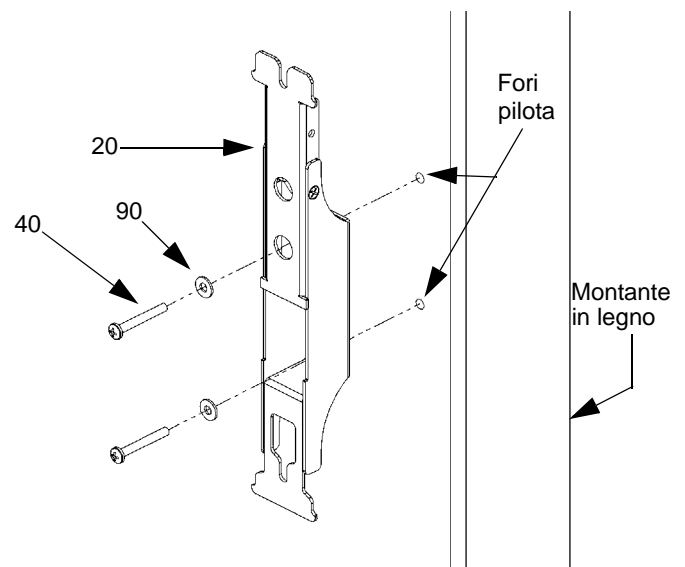

Figura 7. Installare la staffa per altoparlante su montante in legno
2. Usando la staffa per altoparlante (20) come modello, mettere in squadra l'unità e contrassegnare la posizione dei due fori di montaggio.
3. Praticare due fori pilota per l'ancoraggio della staffa. Se si praticano i fori su montanti di legno, utilizzare un punta da trapano per legno da 3 mm (1/8") (figura 7).
4. Installare la staffa sulla parete utilizzando due viti per legno n. 10 (40) e due rondelle n. 10 (90).
5. Ripetere la procedura per installare la seconda staffa per altoparlante (20).